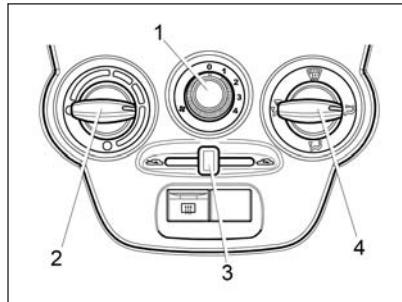

Рис. 37. Блок управления
Отопительно-вентиляционная установка автомобиля предназначена для создания в салоне комфортной температуры воздуха, значение которой регулируется блоком управления системой вентиляции и отопления (рис. 37). Однако она не может обеспечить в салоне температуру ниже, чем имеет наружный воздух.
- **рукоятку 2** (см. рис. 37) повернуть по часовой стрелке в крайнее правое положение до упора (синяя точка на блоке управления), а **в вариантом исполнении** **рукоятку 2** (см. рис. 39) повернуть против часовой стрелки в крайнее левое положение до упора (синяя точка);
- **рукоятку 1** (см. рис. 37) переключателя режимов работы электровентилятора отопителя поставить на желаемую скорость подачи воздуха в салон;
- **рукоятку 2** (см. рис. 37) повернуть против часовой стрелки в крайнее левое положение до упора (красная точка на блоке управления), а **в вариантом исполнении** **рукоятку 2** (см. рис. 39) повернуть по часовой стрелке в крайнее правое положение до упора (красная точка);
- **рукоятку 2** (см. рис. 37) повернуть против часовой стрелки в крайнее левое положение до упора (красная точка на блоке управления), а **в вариантом исполнении рукоятку 2** (см. рис. 39) повернуть по часовой стрелке в крайнее правое положение до упора (красная точка);